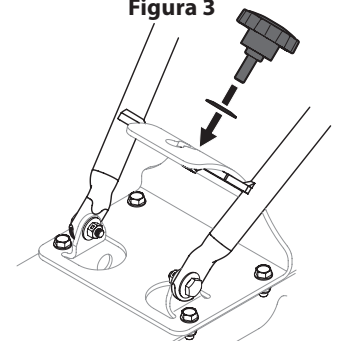

Figura 4
7. Enrosque la perilla de ajuste de altura a través de la arandela (.760 x 1.250 x .041) y luego en el orificio de la cruceta del manillar. Consulte la Figura 4.